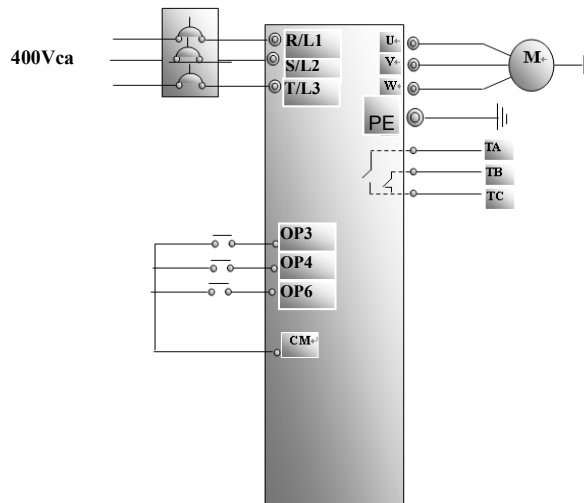

Figura 4-2 Esempio di configurazione 2
- (1) Collegare tutti i cavi come mostrato in figura 4-2. Dopo aver verificato bene la corretta sequenza dei collegamenti, chiudere l’interruttore generale e dare tensione all’inverter;